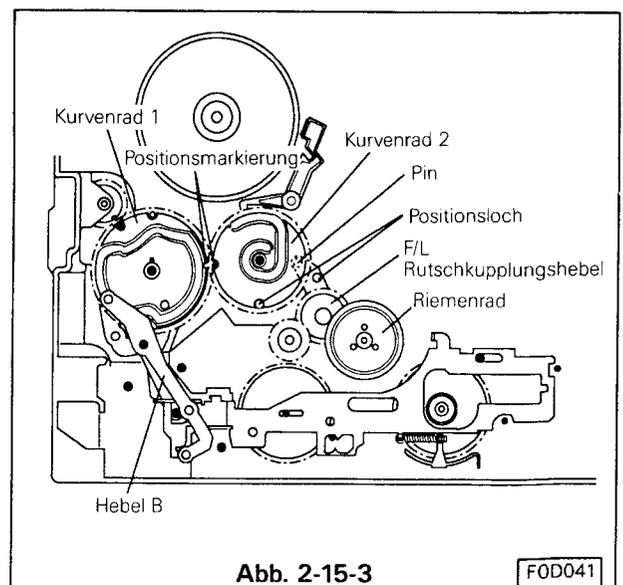

Abb. 2-15-3
- F. Den Hebel B so einsetzen das der Führungspin des Führunghebels sich in der Kurve des Kurvenrades 1 befindet. (Siehe Abb. 2-15-3). Den Hebel mit den Klemmrings sichern. Das Positionsloch des Hebels für die F/L Führungsrolle mit dem Positionsloch im Chassis in Übereinstimmung bringen. (Siehe Abb. 2-15-3)
- H. Die Markierung von Kurvenrad 1 und Kurvenrad 2 nebeneinanderstellen und das Positionsloch von Kurvenrad 2 über das Positionsloch des Chassis stellen. Das Kurvenrad 2 einbauen. (Siehe Abb. 2-15-3)